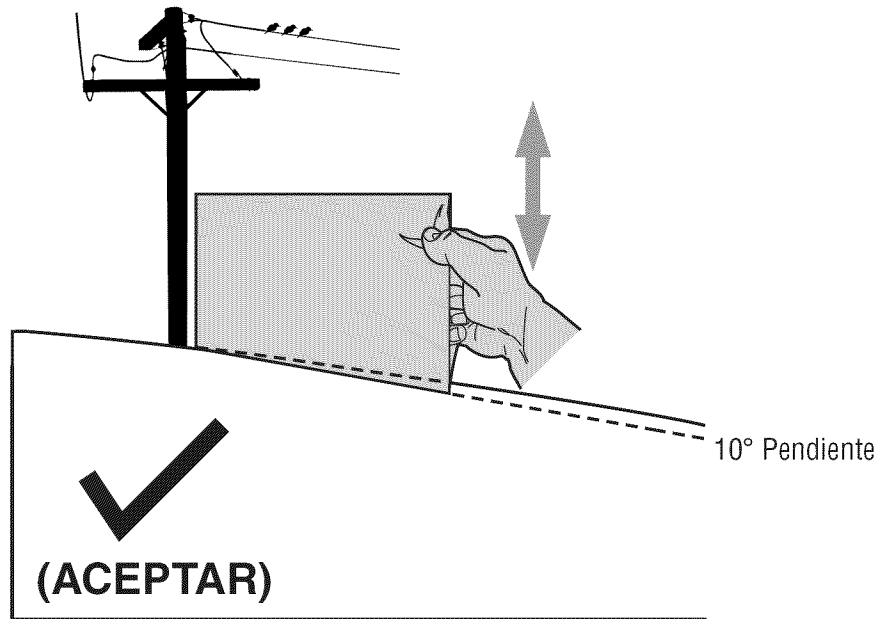

Figura 1
3. Alinee cada lado de pendiente de calibre con el objeto vertical (consultar Figura 1 and Figura 2).
4. Ajuste el pendiente de calibre arriba o hacia abajo hasta los toques esquina izquierda el pendiente (consultar Figura 1 and Figura 2).
1. Extraiga y deseche los cuatro pernos autorroscantes del bastidor trasero del tractor, como se indica en la Figura 1.